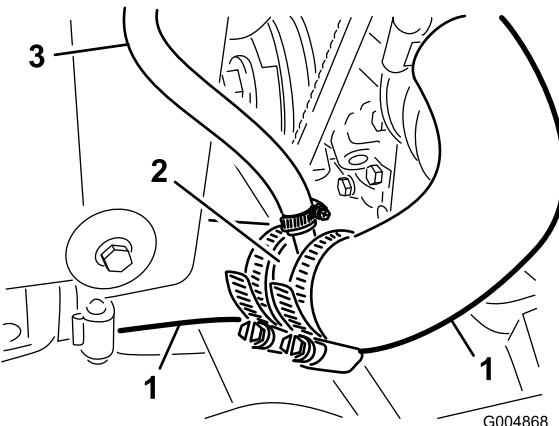
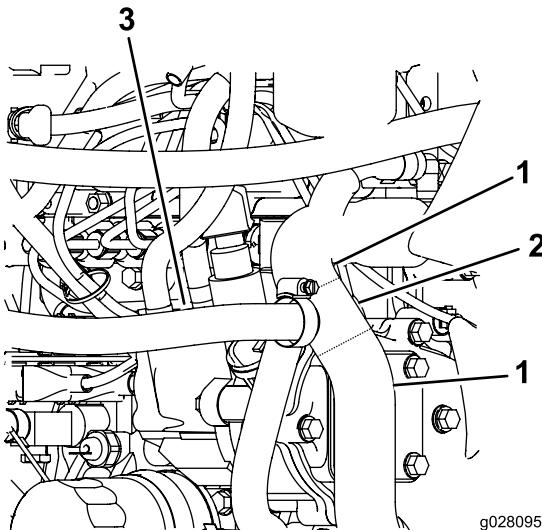

Figura 12
Figura 13
10. Instale el acoplamiento en T en las mangueras y sujetelo con abrazaderas, según se muestra en Figura 12 y Figura 13.
11. Conecte el extremo libre de la manguera de retorno al acoplamiento en T nuevo de la manguera del radiador (Figura 12).